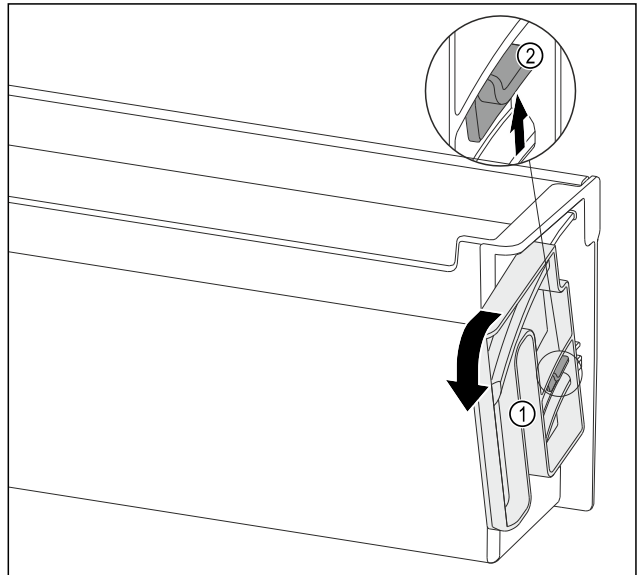

Fig. 116
- Прокрутіть поворотний модуль Fig. 116 (1) у вказаному напрямку до упору.
- Натисніть клапан Fig. 116 (2) угору і дістаньте поворотний модуль Fig. 116 (1).